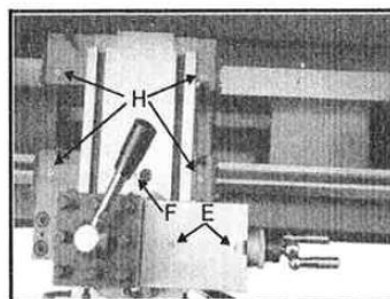
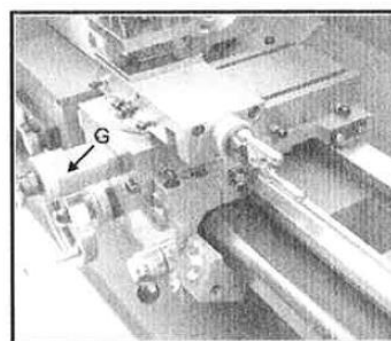

Fig. 6
Fig. 7
3. **Horní saně** – namažte dvě maznice (E, Fig. 6) jednou denně 20 W olejem.
4. **Příčný support** - namažte jednu maznici (F, Fig. 6) a jednu maznici (G, Fig. 7) s 20W strojním olejem jednou denně.
5. **Vozík** - namažte čtyři maznice (H, Fig. 6) s 20W strojním olejem jednou denně.